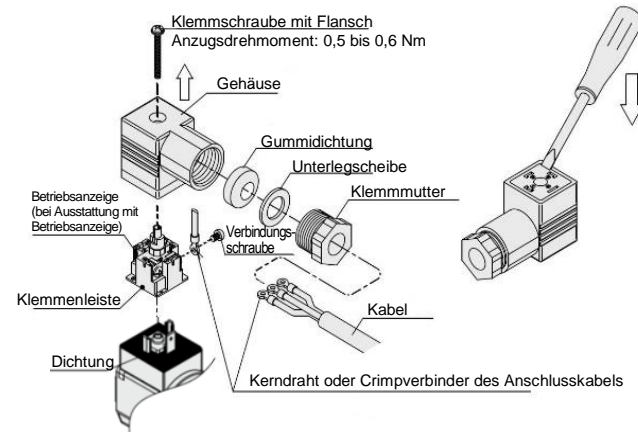

Abb. 7. Aufbau der DIN-Steckdose
- Ziehen Sie die Schrauben und Anslusselemente gemäß Abbildung 7 fest.